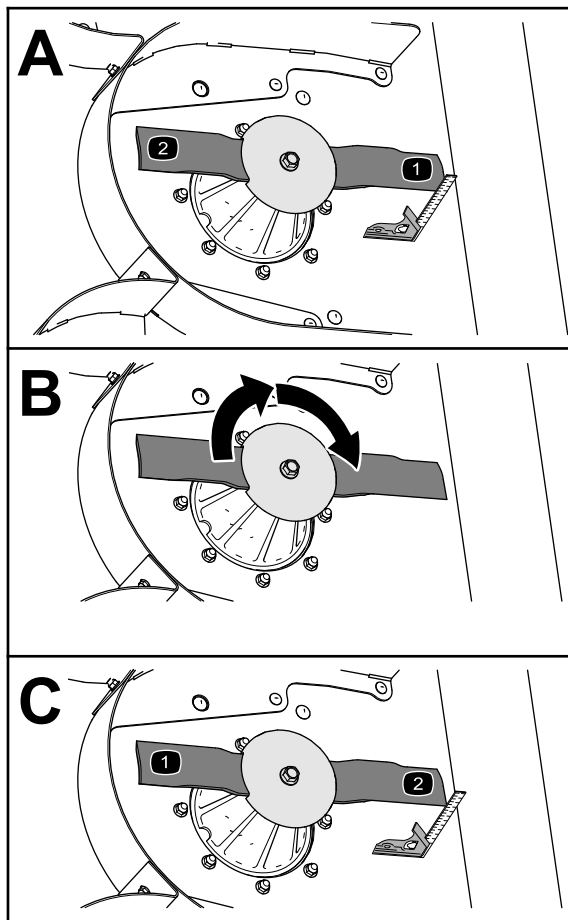

Figura 66
3. Utilice una escuadra combinada para medir la distancia entre el área limpia de la carcasa y la punta del filo de corte (Figura 66).
4. Gire la cuchilla 180° (Figura 66).
5. Mida la distancia entre el área limpia en la carcasa y la punta del borde de corte (Figura 66).